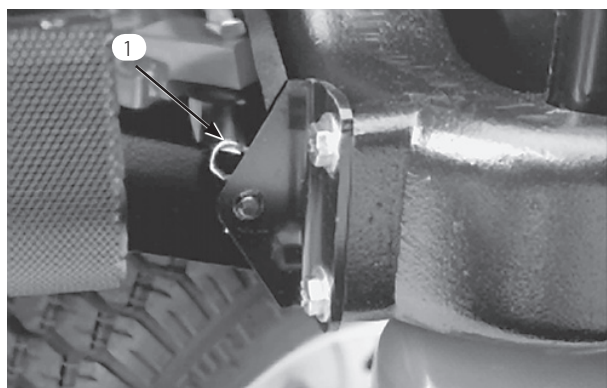

図 41
2. フードのピボット部をブラケットに固定しているコッター・ピンを抜き取る(図41)。